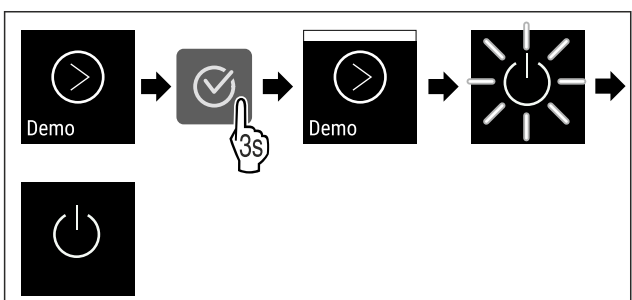

Fig. 99
- ▶ Vykonaťte kroky akcie (pozri Fig. 99) .